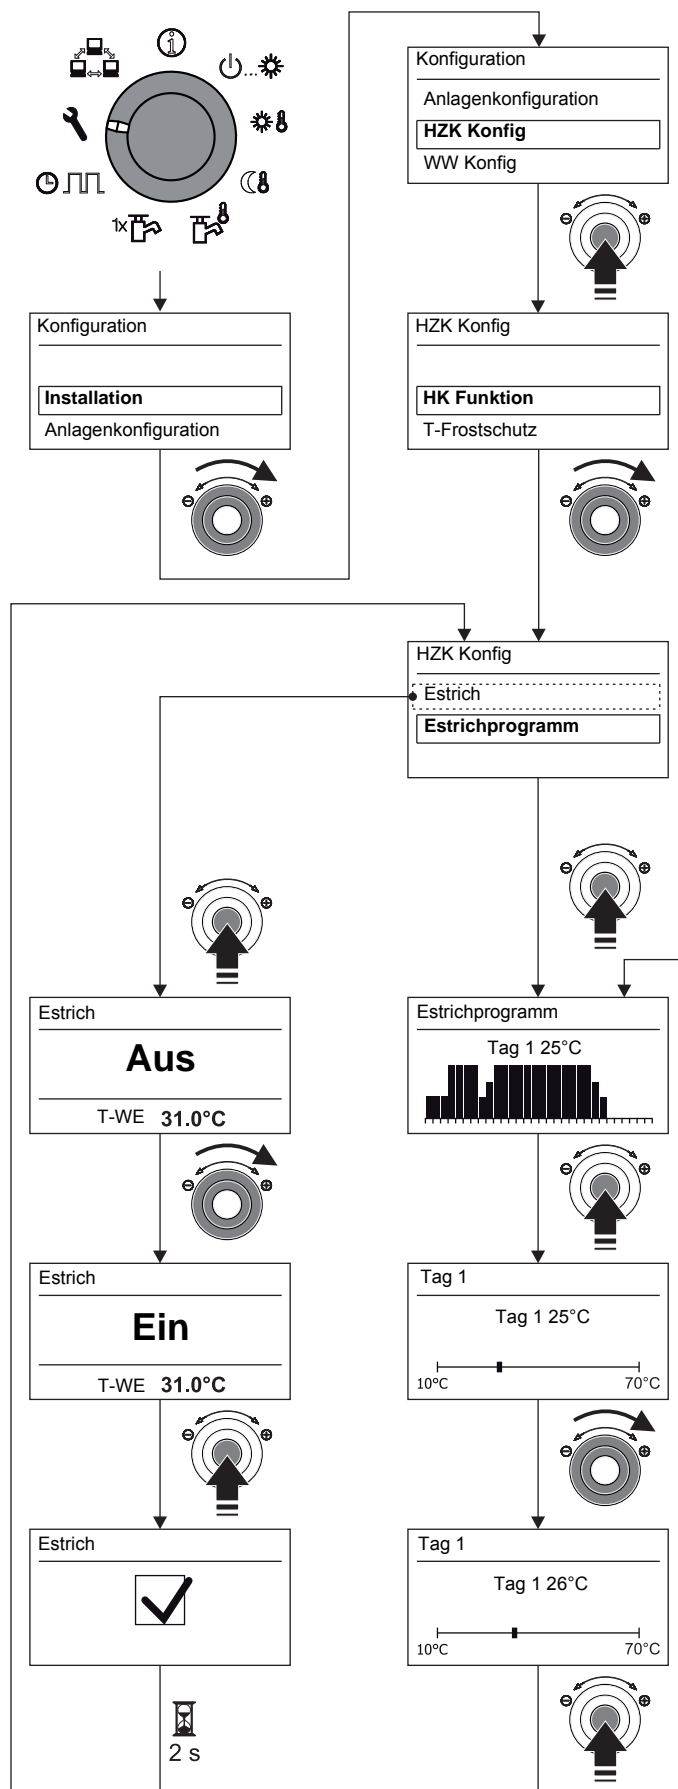

Bild 3-20 Estrichprogramm einstellen
- Einstellungen für das Estrichprogramm kontrollieren und ggf. nach Herstellervorgaben für den Estrich einstellen (siehe Bild 3-20).
- Mit dem Drehtaster den Parameter für die Funktion auf "Ein" stellen und durch kurzen Druck auf den Drehtaster bestätigen (siehe Bild 3-20).